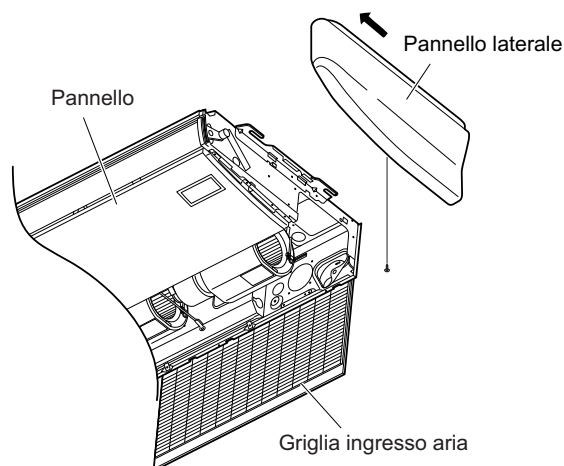

Fig. 3-7
- (1) Per rimuovere il pannello laterale, aprire la griglia di ingresso dell'aria e togliere la vite. Estrarre il pannello muovendolo verso la parte anteriore. (Fig. 3-7)